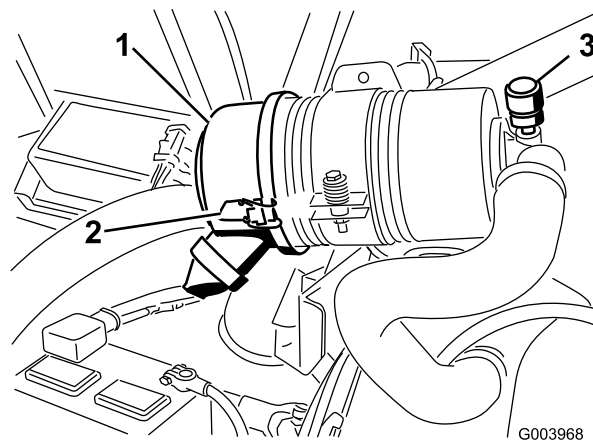

Figura 60
Faça a manutenção ao filtro de ar apenas quando o indicador de manutenção (Figura 60) o exigir. Mudar o filtro de ar antes de ser necessário apenas aumenta a possibilidade de entrar sujidade no motor quando se retira o filtro.
1. Liberte os trincos que fixam a cobertura do filtro de ar ao respectivo corpo (Figura 60).